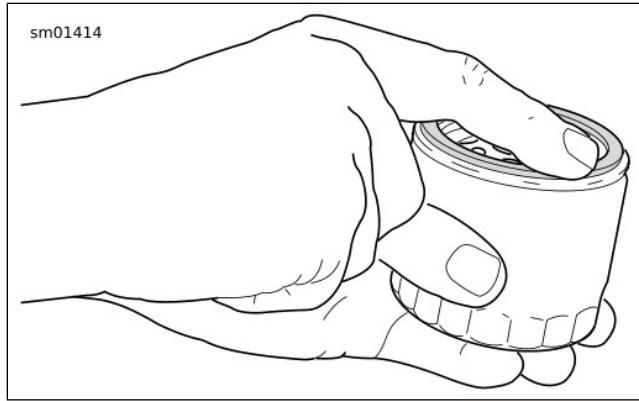

Abbildung 93. Schmieren der neuen Ölfilterdichtung
- Siehe Abbildung 93 . Den **neuen** Ölfilter einbauen.